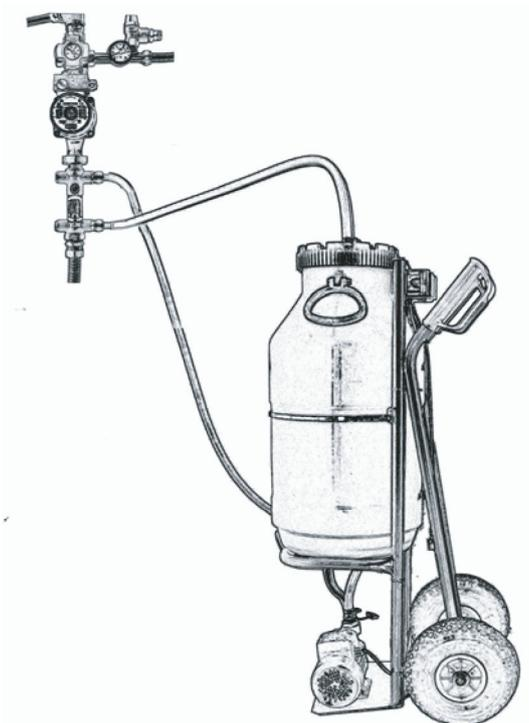

Fig. 31 : Remplissage d'un système solaire
- Pour remplir le circuit du système solaire, utiliser un appareil de remplissage avec un réservoir pour liquide caloporteur solaire (voir fig. 31)